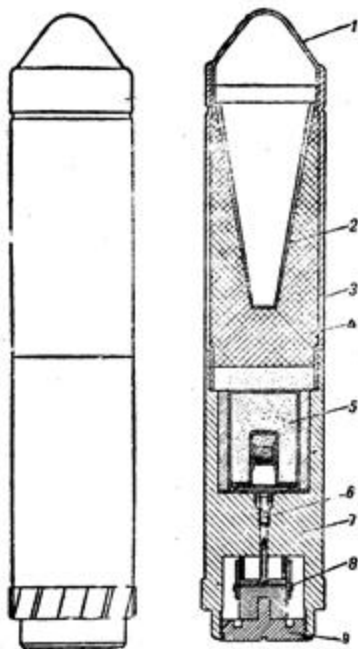

Рис. 19. Ружейная противотанковая граната кумулятивного действия:
- 1) противотанковые гранаты кумулятивного действия — G. Pzgr¹ (рис. 19);
Первые три образца ружейных противотанковых гранат одинаковы по устройству и действию. Они состоят из корпуса 3 (см. рис. 19 и 20) и хвостовой части 7 с готовыми нарезами. В корпусе помещены: кумулятивная воронка 2 и разрывной заряд 4. В хвостовой части помещены: детонирующее устройство 5, капсюль-воспламенитель 6 и взрыватель 8, закреплённый донной втулкой 9.